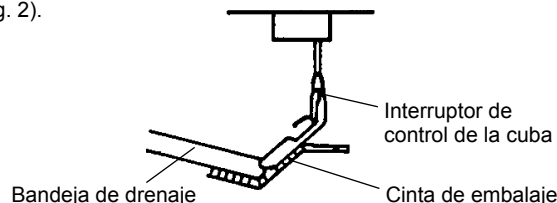

Fig. 2
- Retirar la cinta de embalaje que sujeta el interruptor de control de la cubeta, para ello se deberá abrir la puerta de la cubeta (véase fig. 2).